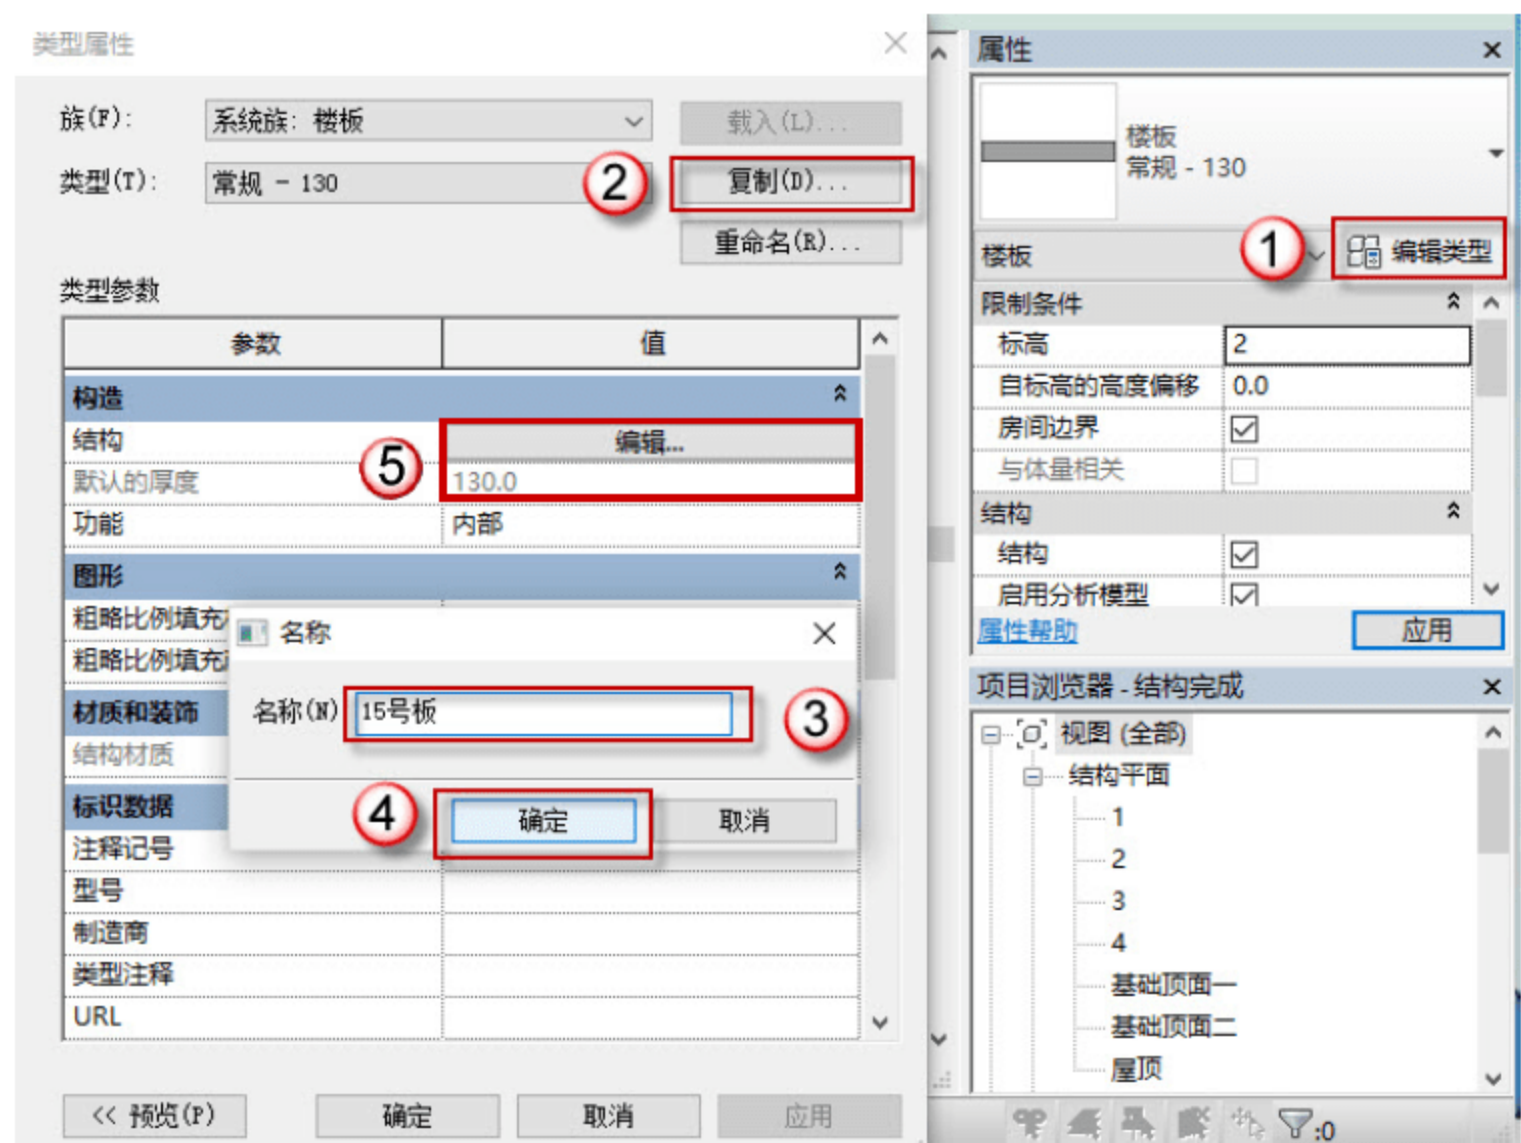

图 4.3.31 设置 15 号板参数
(6) 设置 15 号板参数, 按快捷键 S+B, 进入编辑模式, 单击“编辑类型”按钮, 在弹出的对话框中单击“复制”按钮, 再在弹出的对话框中命名板号, 单击“确定”按钮。单击“编辑”按钮设置参数, 将板厚设置为 130, 如图 4.3.31 所示。